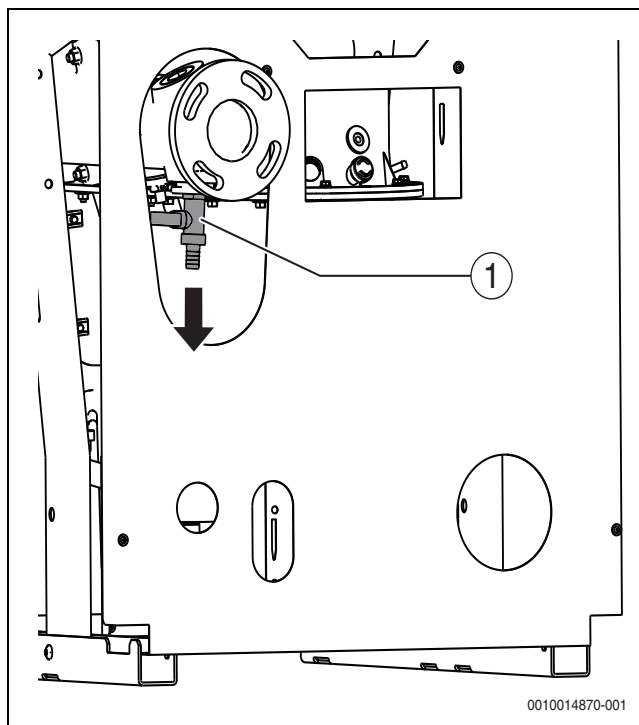

Fig. 16 Démontage robinet de vidange (illustration : chaudière avec raccord à bride, modèle droit)
- Retirer le robinet de vidange monté sur le retour (→fig. 16)